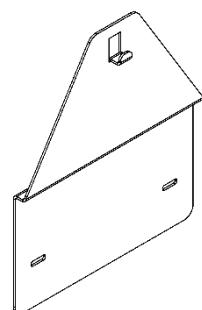

Рисунок 6.
7.2.3 При установке аппарата на место где ранее был установлен аппарат марки «NEVA» или «BaltGaz», который крепился к стене с помощью двух крючков, можно выкрутить данные крючки и использовать отверстия для установки переходной планки (см. рис. 6). Переходная планка 115514-00.050 позволяет смонтировать аппарат с использованием уже имеющихся крепежных отверстий в стене. Переходная планка приобретается отдельно в фирменных магазинах или на сайте baltgaz.ru.